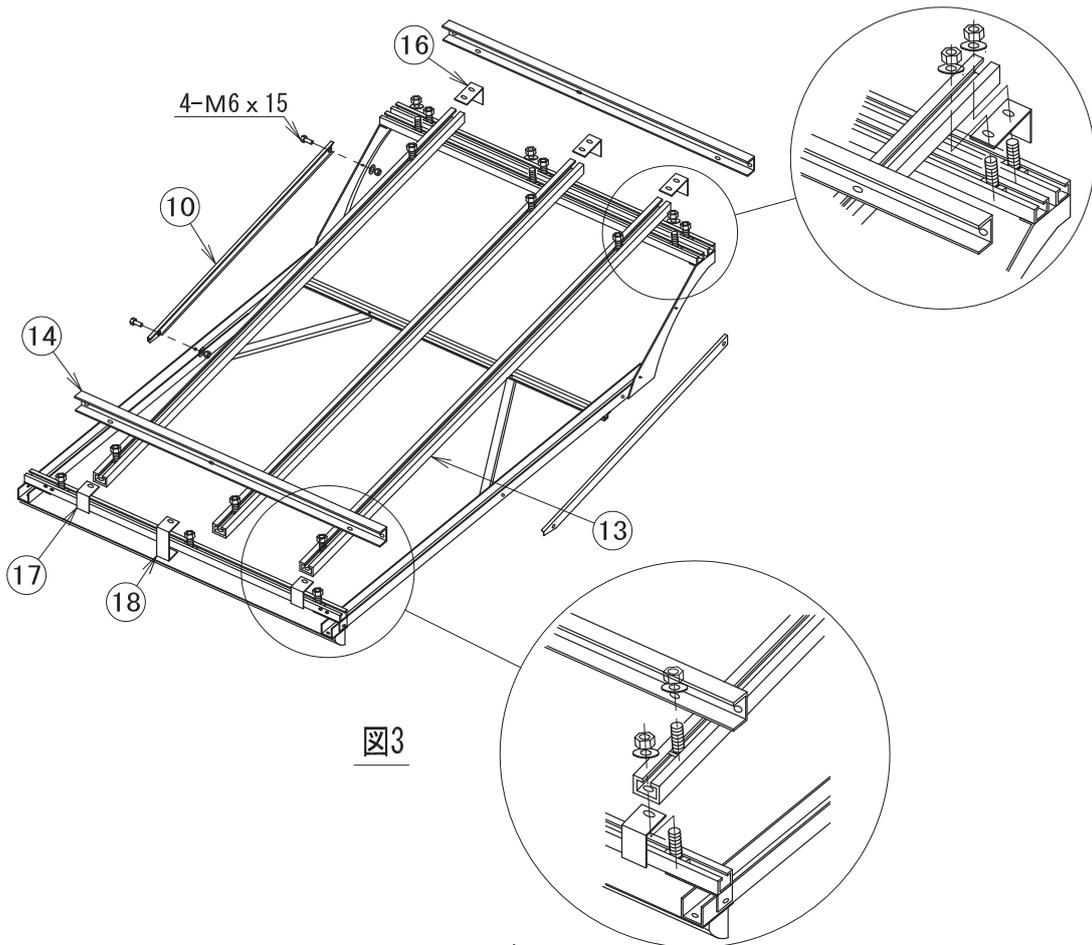

図3
(2) フレームの組立
- 図3 サイドサポート⑩をサイドフレーム⑥・タンクホルダー⑤に取付けます。バックトップ・ボトムフレーム⑪、⑫に挿入したT型ボルトで、L型・C型ブラケット⑬、⑭、⑮とバックフレーム⑯を取付けます。最後にバックフレームに挿入したT型ボルトでベースフレーム⑰を取付けます。